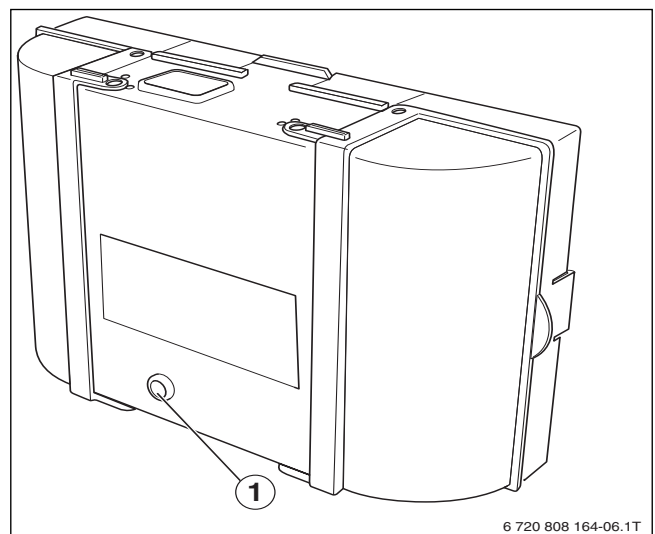

Bild 87 Störungen am Feuerungsautomaten zurücksetzen
- ▶ Taste **Reset** am Feuerungsautomaten drücken (→ Bild 87).